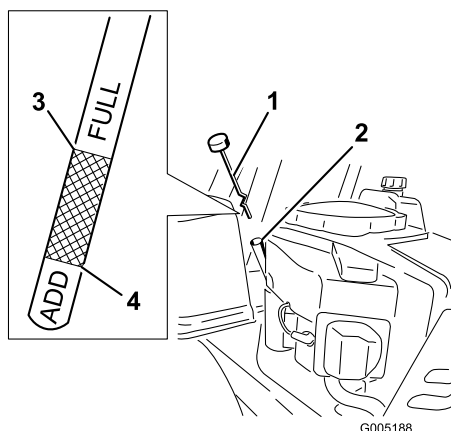

Figure 32
4. Dévissez et retirez la jauge ; essuyez-la sur un chiffon (Figure 32). Réintroduisez la jauge dans le tube jusqu'à ce que le bouchon repose sur le tube. Ne vissez pas le bouchon sur le tube.
5. Sortez de nouveau la jauge et vérifiez le niveau d'huile. (Figure 32).
8. Enlevez le bouchon de remplissage/la jauge (Figure 32).
14. Versez avec précaution environ 80 % de la quantité d'huile spécifiée dans le goulot de remplissage (Figure 32).
15. Remettez le bouchon de remplissage/la jauge en place (Figure 32).
16. Vérifiez le niveau d'huile (Figure 32) (voir Contrôle du niveau d'huile).
18. Remettez le bouchon de remplissage/la jauge et serrez à fond (Figure 32).